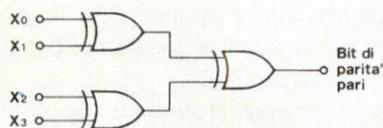

Figura 2
3. Modificate il circuito di Figura 2 affinché generi un bit di parità dispari.